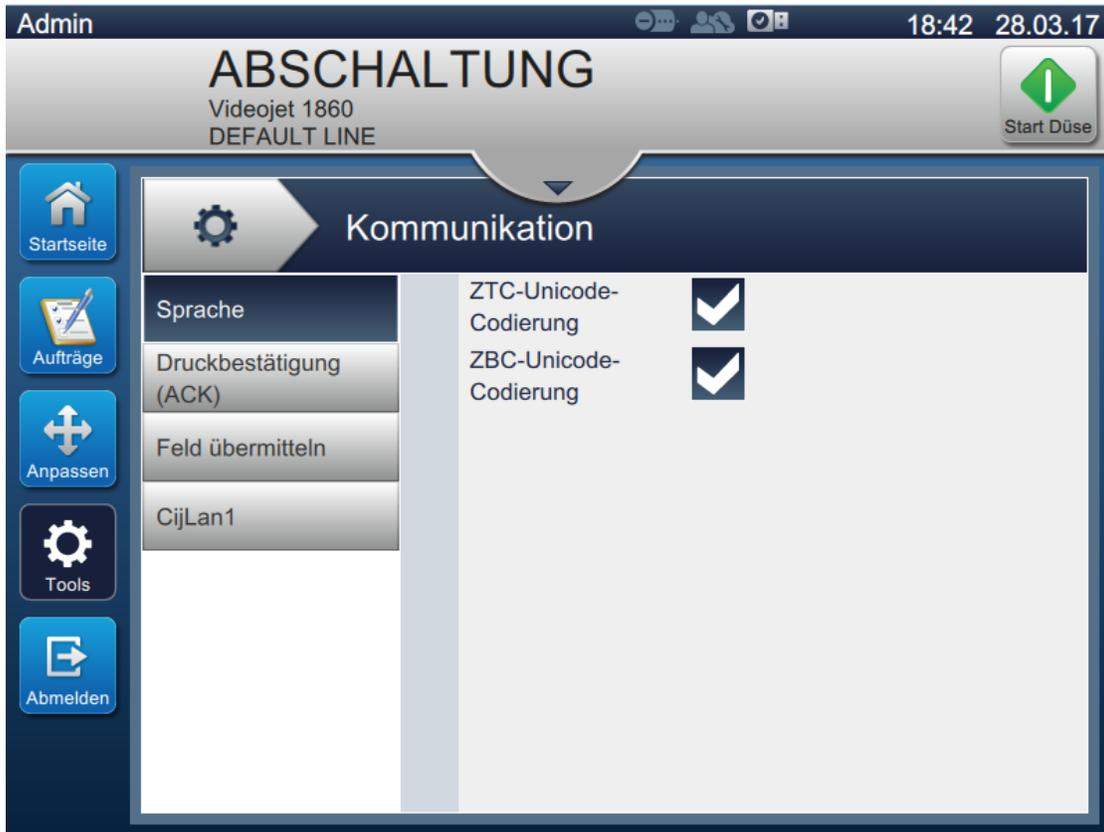

Abbildung 6-16: Bildschirm „Kommunikation“
1. Berühren Sie die  Schaltfläche auf dem Bildschirm „Werkzeuge“. Der Bildschirm „Kommunikation“ erscheint, wie dargestellt in Abbildung 6-16.